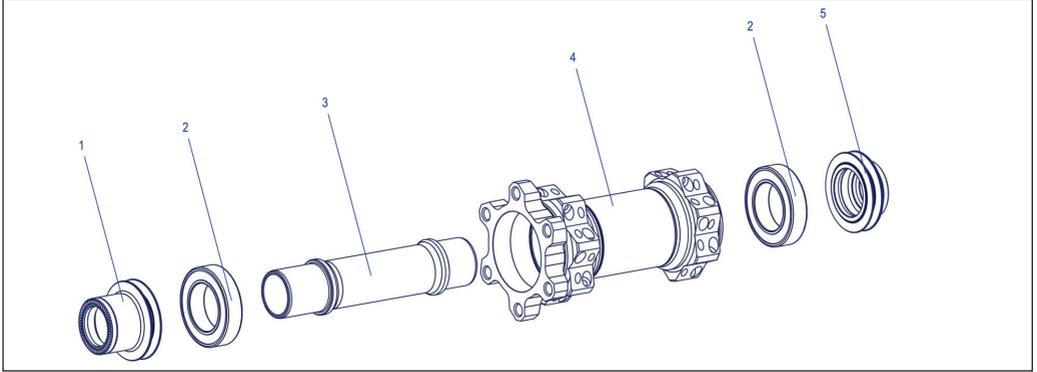

Abbildung 1: 180, 240 Vorderradnabe
1. Einen der beiden Endanschläge (Abbildung 1/1, 5) in einen Schraubstock einspannen.
1. Demontagewerkzeug auf die Achse (Abbildung 1/3) schieben.
2. Kugellager (Abbildung 1/2) mit Hilfe des Demontagewerkzeugs und eines Kunststoffhammers aus dem Gehäuse schlagen.
6. Zweites Kugellager (Abbildung 1/2) mit Hilfe des Demontagewerkzeugs und einem Hammer aus dem Nabengehäuse herausschlagen.
3. Achse (Abbildung 1/3) auf die Montagehülse aufstecken.
5. Leicht gefettetes Kugellager (Abbildung 1/2) mit der farbigen Seite nach aussen auf der Disc-Seite auf die Achse aufschieben.
10. Leicht gefettetes Kugellager (Abbildung 1/2) mit der farbigen Seite nach aussen auf die Achse gegenüber der Bremsseite auflegen.
1. Freiliegende Kugellager und Innenseite beider Endanschläge (Abbildung 1/1, 5) fetten.
2. Beide Endanschläge (Abbildung 1/1, 5) aufstecken und von Hand eindrücken.